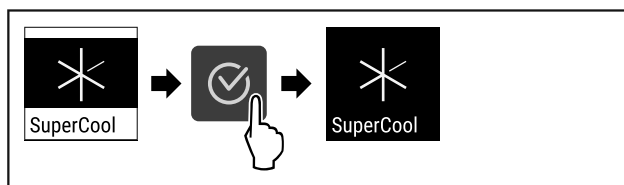

Fig. 74
- Suorita toimenpidevaiheet (katso Fig. 74).